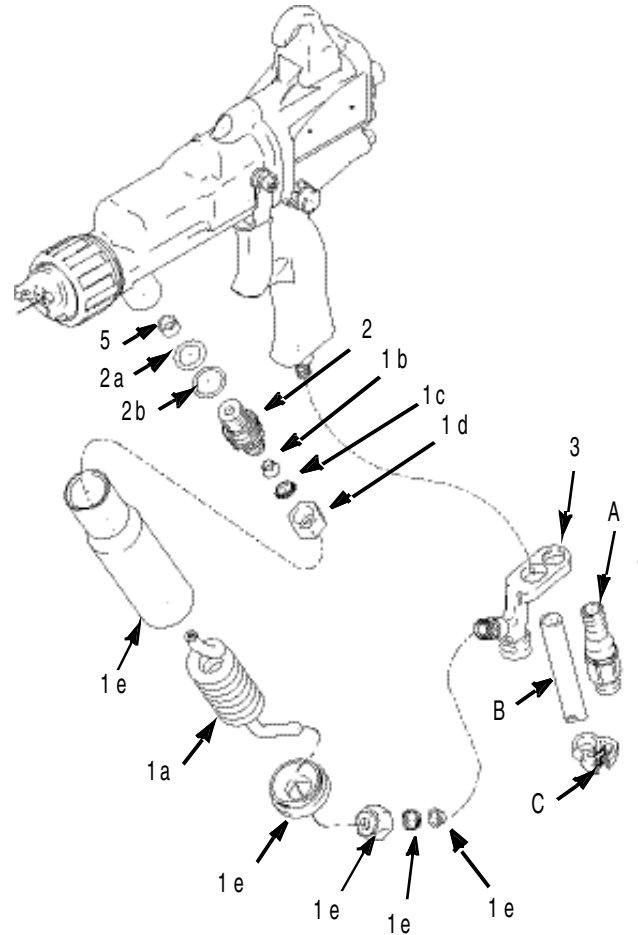

Fig. 3. Kit de conversión 244919
6. Instale, sin apretar, un nuevo soporte (3) a abrazadera del kit. Vea Fig. 3.
7. Coloque el espaciador (5) en la entrada del cañón. Aplique grasa dieléctrica Graco (4) en las juntas tóricas (2a, 2b) y en las dos roscas del racor de fluido (2). Enrosque el racor en la entrada del cañón.
8. Enrosque la tuerca (1d) en el racor (2). Antes de apretar la tuerca (1d), asegúrese de que los anillos metálicos (1c y 1b) están en el tubo (1a) y de que están asentadas en el racor (2).
10. Inserte el extremo del tubo extensible (1a) en el soporte (3). Asegúrese de que los anillos metálicos (1c, 1b) se asientan en el soporte.